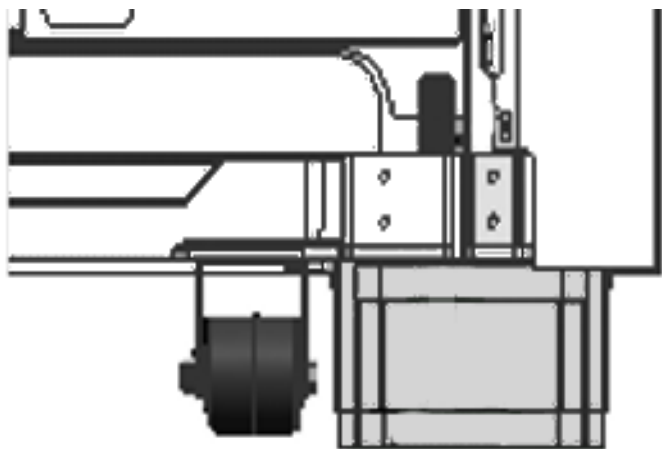

Figura 31: Cubiertas De Patas Instaladas
4. Deslice la pieza exterior hacia arriba dejándola pieza interior descansar en el piso. La otra pieza tiene muescas (que no se pueden ver) en las que la pieza más ancha debe engancharse. Debería sentir un chasquido indicando que el dispositivo está fijado correctamente (*Figura 31*).